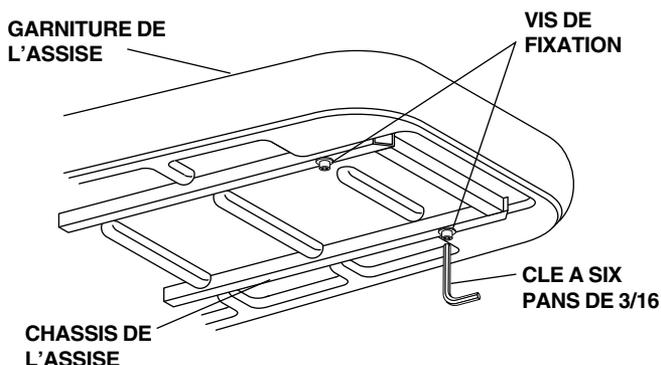

Figure 10. Remplacement de la garniture de l'assise
2. Retirer la garniture du siège en désengageant les quatre plots de fixation situés en-dessous (voir Figure 10, page 14).